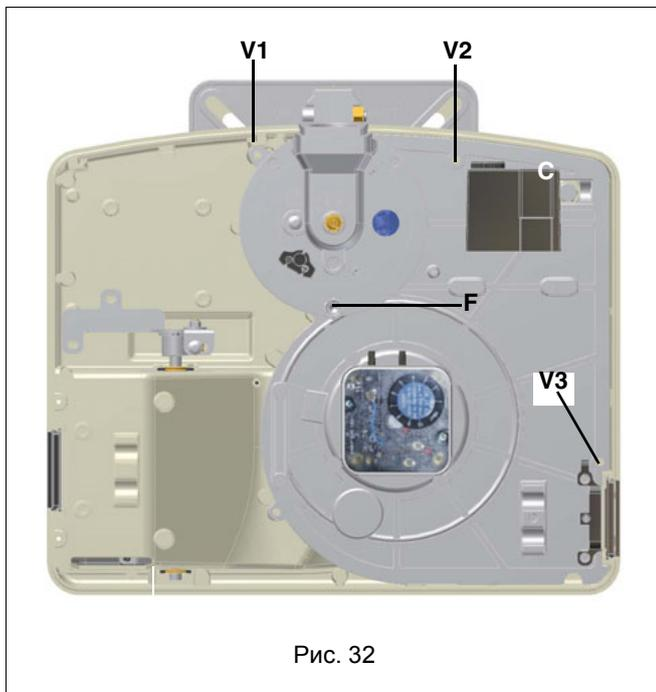

Рис. 32
- Снять, проверить и почистить голову сгорания (см. Рис. 32 и последующие)
- 1 Снять плиту с компонентами горелки C, отвинтив для этого 3 винта V1, V2, V3 и крепежный штифт F (Рис. 32..).